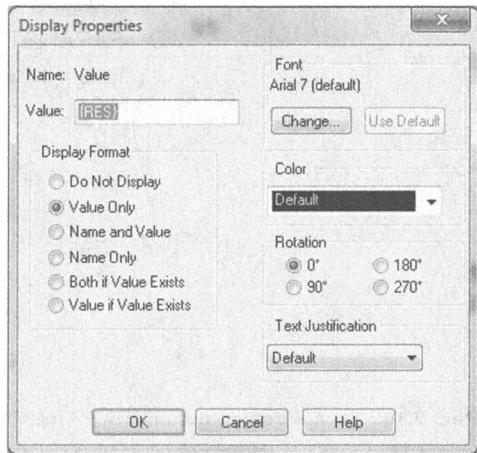

Рис. 2.14. Установка переменной {RES}
1. Выделяем на схеме значение резистора  $R_2$  и в редакторе свойств заменяем это значение на {RES} в фигурных скобках (рис. 2.14).